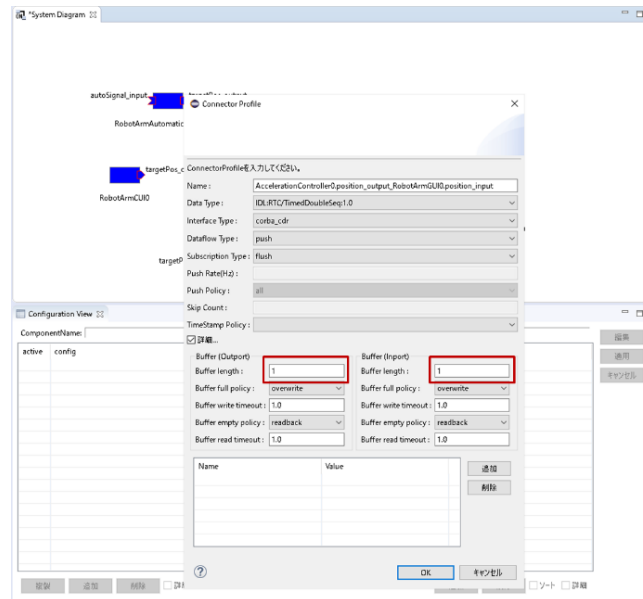

図 29 Buffer length の設定
A. RTSystemEditor で「RobotArmGUI」と「AccelerationController」コンポーネントを接続する際に、表示されたダイアログの「詳細」にチェックマークを入れ、「Buffer length」を 1 に設定してから OK を選択してください (図 29)。計 4 箇所指定します。